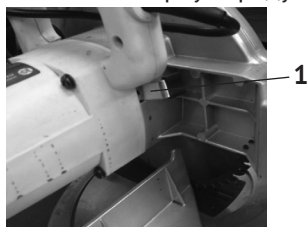

рис.4
-заблокируйте вращение шпинделя нажатием кнопки фиксации, расположенной на корпусе редуктора (рис.4 поз.1);